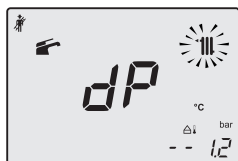

Figura 9.24
- Premendo ulteriormente il tasto 19 è possibile variare nuovamente la potenza in modalità spazzacamino: con visualizzazione sul display LCD delle lettere **dp** che si alternano con il valore di temperatura dell'acqua di riscaldamento (es.60), siamo in "funzione spazzacamino" alla potenza massima in sanitario" (Figura 9.24).